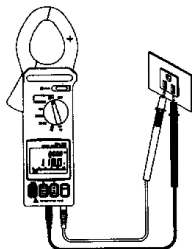

Fig. 14
- 1- Posicione a chave giratória para a posição "V" (referir-se à fig. 14)